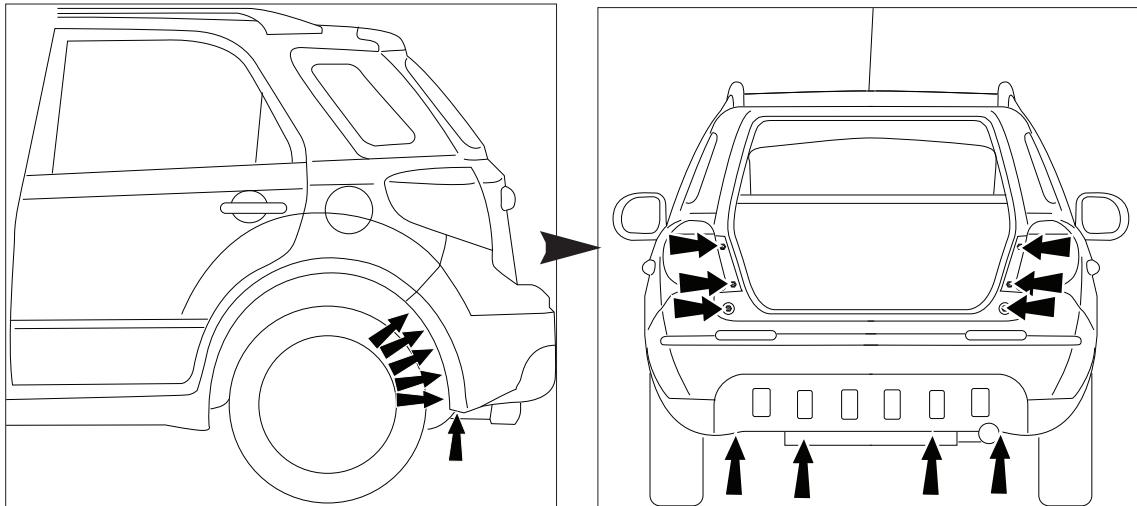

Fig.1
- Снять задние фары и бампер. См. рисунок 1.